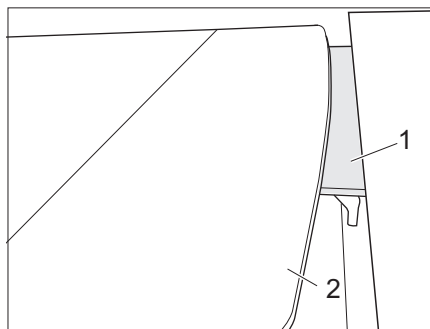
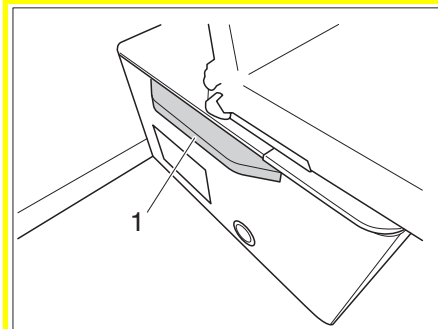

Bild 115 Tisch absenken auf Abstützkante
Bild 116 Tisch absenken auf Verbreiterung
- Tischplatte (Bild 115,2) nach unten auf die Abstützkante (Bild 115,1) schwenken oder auf der dafür vorgesehenen Verbreiterung (Bild 116,1) aufliegen lassen.